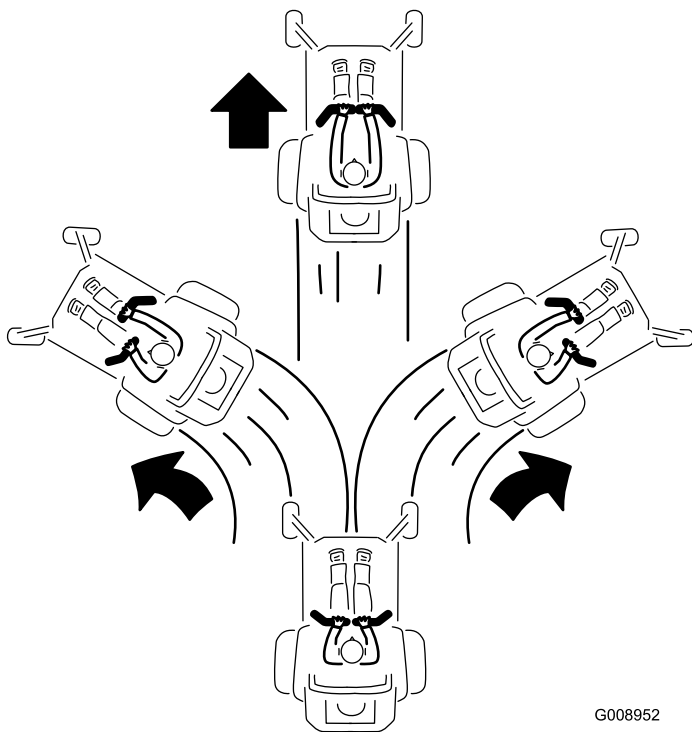

Figura 25
3. Para andar para frente empurre as alavancas de controlo do movimento lentamente para a frente (Figura 25).